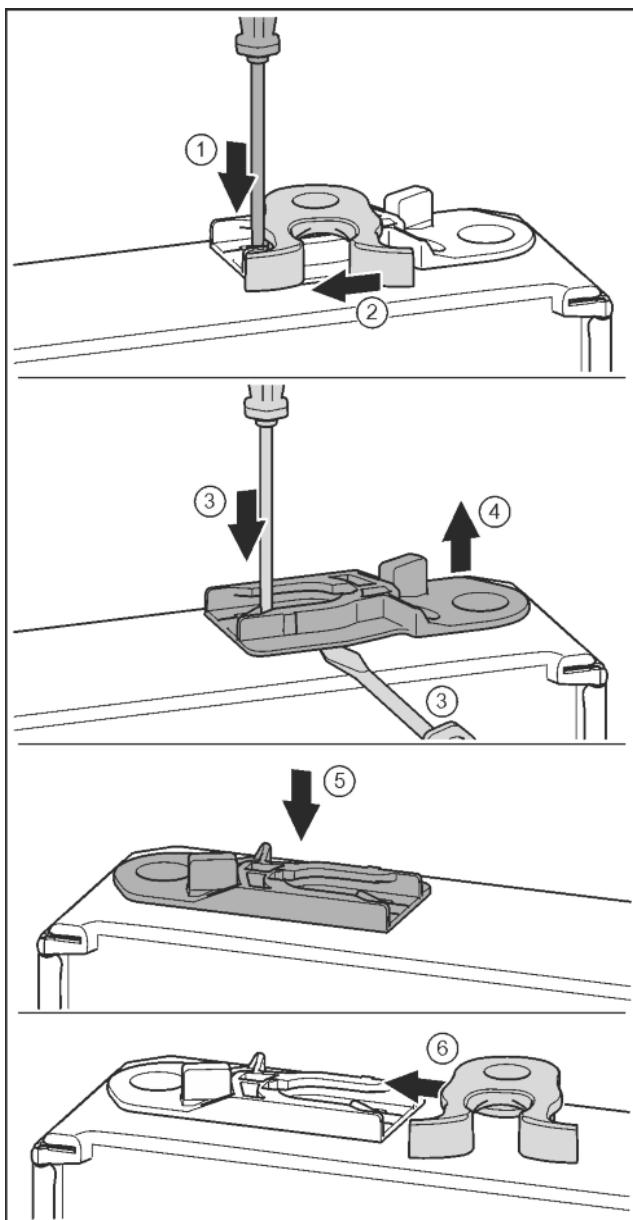

Fig. 14
- Нажать накладку шлицевой отверткой вниз. Fig. 14 (1)
- Запорный крючок вывести из направляющей. Fig. 14 (2)
- Извлечь направляющее гнездо: нажать накладку шлицевой отверткой и одновременно переместить ее шлицевой отверткой под направляющее гнездо. Fig. 14 (3, 4)
- Прилагаемое при поставке направляющее гнездо вставить на другой стороне корпуса. Fig. 14 (5)
- Запорный крючок вставить в направляющую. Fig. 14 (6)